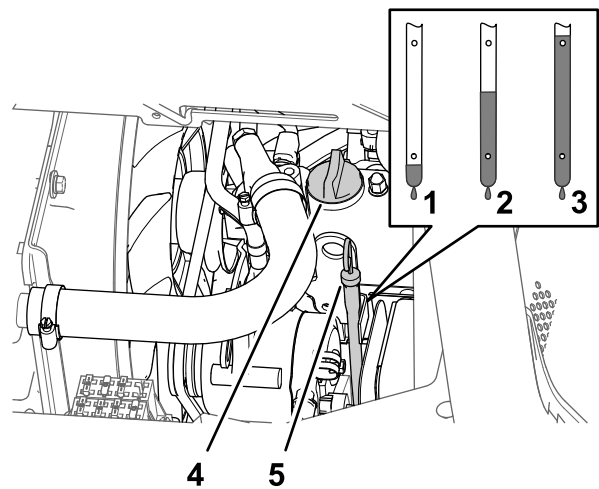

Figure 80
- Retirez le bouchon de remplissage d'huile du goulot de remplissage sur le couvre-culasse (Figure 80) et versez avec précaution environ 80 % de la quantité d'huile spécifiée dans le goulot de remplissage.
- Sortez la jauge et vérifiez le niveau d'huile dans le carter moteur (Figure 80).
- Faites l'appoint d'huile spécifiée avec précaution pour faire monter le niveau jusqu'au repère maximum sur la jauge (Figure 80).
- Remettez le bouchon de remplissage d'huile dans le goulot de remplissage et la jauge dans son tube (Figure 80).